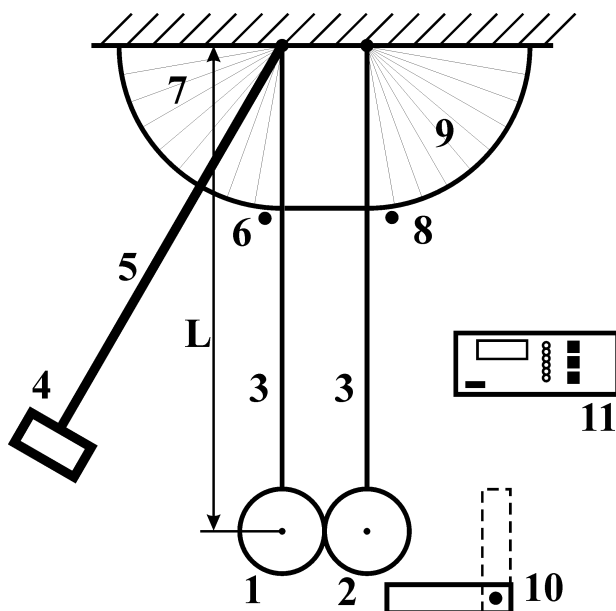

Рис.1
Лабораторная установка для изучения неупругого удара (рис.1) представляет собой два стальных шара 1 и 2 с массами  $m_1$  и  $m_2$ , закрепленных на бифилярных подвесах 3. Расстояние от оси вращения шаров до их центров масс равно  $L$ . Шар  $m_1$  может удерживаться в отклоненном положении электромагнитом 4. Положение электромагнита может изменяться за счет поворота штанги 5. Начальный угол отклонения подвеса шара  $m_1$  от вертикального положения определяется с помощью поворотного индикатора 6 и шкалы 7. Этот же индикатор позволяет определить максимальный угол отклонения шара  $m_1$  после удара. Максимальный угол отклонения шара  $m_2$  измеряется с помощью второго поворотного индикатора 8 со шкалой 9. Устройство 10 позволяет предотвратить отклонение шара  $m_2$  после соударения с шаром  $m_1$ , если это необходимо. Для этого его устанавливают в вертикальное положение. Управление электромагнитом осуществляется с помощью электронного блока 11.
2. Включите электронный блок управления электромагнитом 11 (Рис.1).
Установите поворотом штанги 5 начальный угол  $\alpha_{10}$  отклонения подвеса шара  $m_1$  от вертикали. Пользуясь поворотным индикатором 6 и шкалой 7 (см. рис. 1), измерьте этот угол.